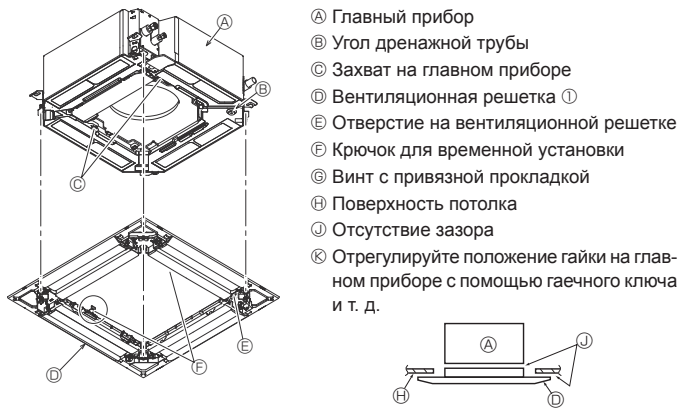

Fig. 9-6
9.4.2. Временная установка вентиляционной решетки (Fig. 9-6)
- Закрепите решетку на главном приборе, затянув заранее установленные винты. (Fig. 9-6)
Убедитесь в отсутствии зазоров между главным прибором и вентиляционной решеткой или между вентиляционной решеткой и поверхностью потолка. (Fig. 9-6)